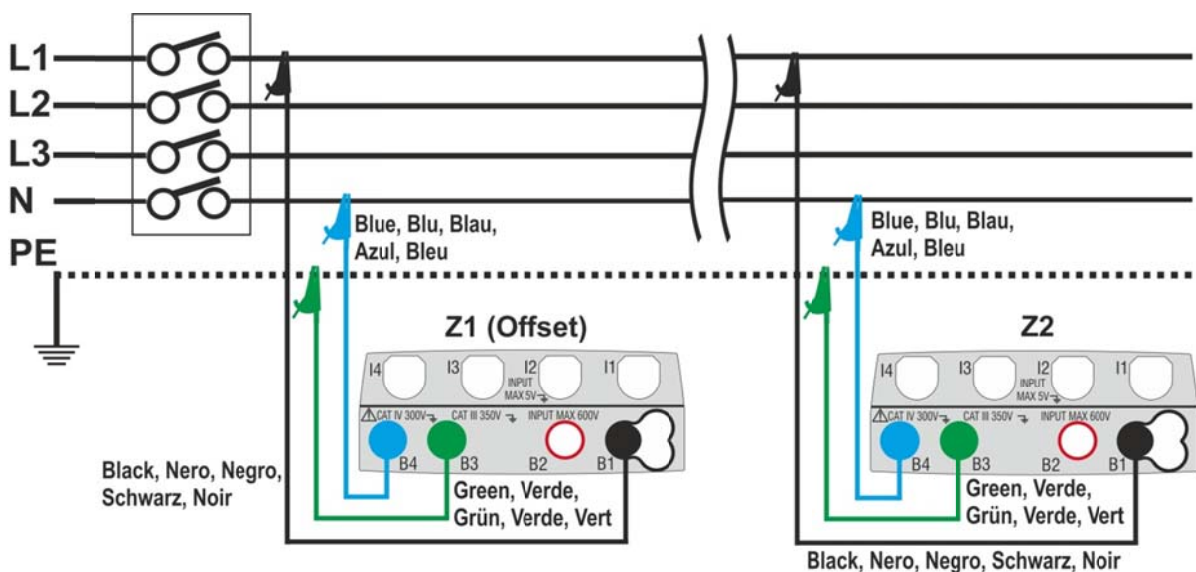

Abb. 33: Verbindung des Gerätes für die Messung des Spannungsfalls in L-N Modus
6. Gehen Sie zum Punkt 9 falls Sie den Z1 (Offset) Wert manuell eingegeben haben. **Falls Sie den Z1 (Offset) Wert NICHT manuell eingegeben haben**, schließen Sie das Gerät an der Hauptverteilung des zu messenden Stromkreises (üblicherweise direkt hinter der Schutzeinrichtung) in Einklang mit Abb. 33 oder Abb. 34 zur Durchführung der ersten **Z1 (Offset)** Impedanzmessung an. In diesem Fall wird das Gerät die Impedanz am Anfangspunkt der Leitung messen und sie als Bezugswert (Offsetwert) betrachten. Die folgende Bildschirmseite (der L-L Messung) erscheint im Display
9. Schließen Sie das Gerät am Endpunkt der zu messenden Leitung in Einklang mit Abb. 33 oder Abb. 34, um die Impedanzmessung (**Z2**) am Ende der Leitung durchzuführen. Der hier nebenstehende Bildschirm erscheint im Display. Beachten Sie dabei auch den im Display angezeigten vorher gemessenen Offsetwert Z1